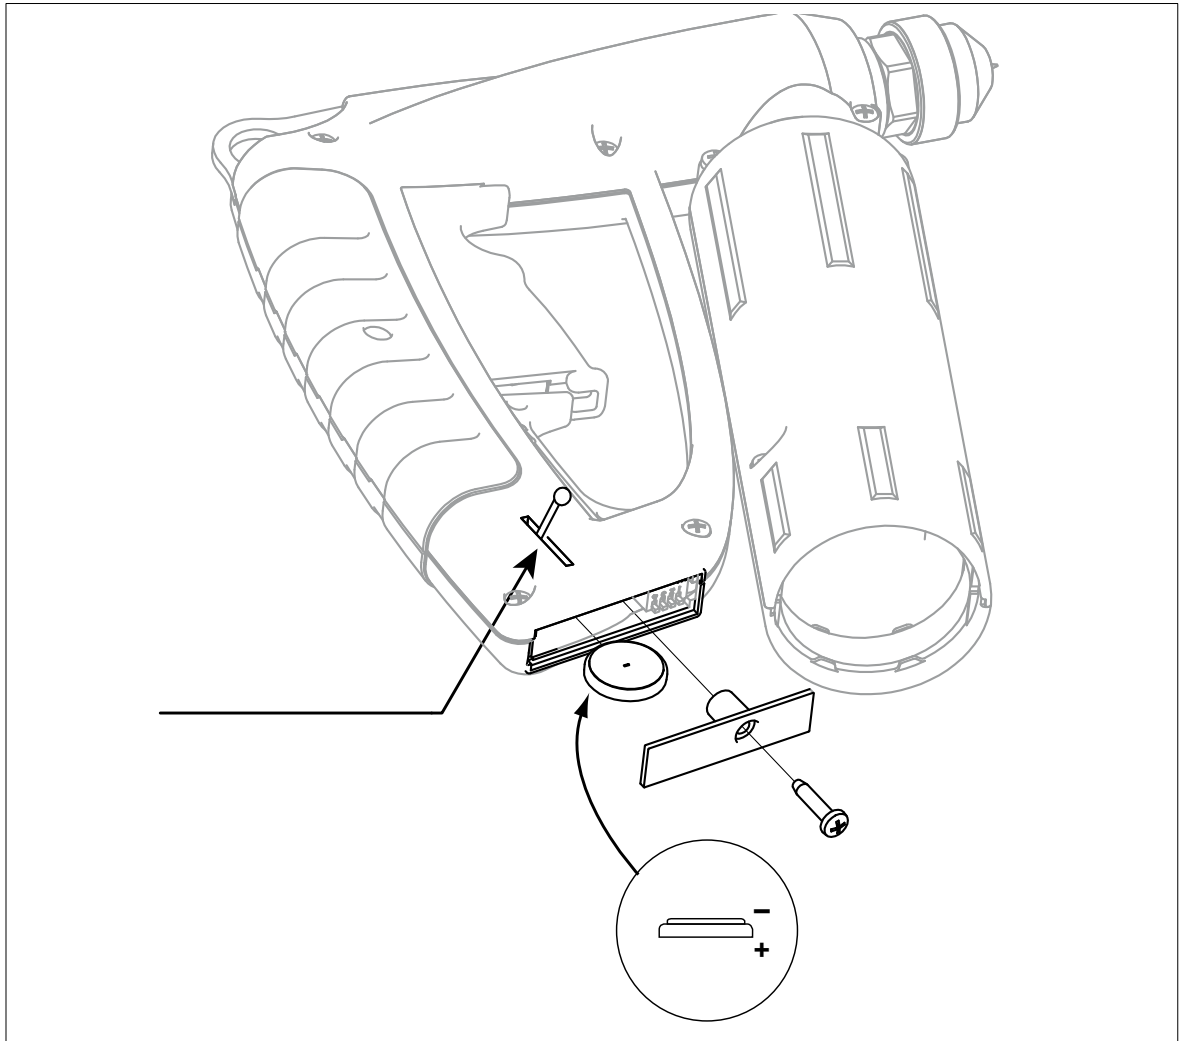

Bild 7/1: Austausch der Senderbatterie
1. Lösen und entfernen Sie die in Bild 7/1 gezeigte Kreuzschlitzschraube.
4. Schieben Sie die neue Batterie in das Griffstück ein. Beachten Sie dabei die Polarität der Batterie (siehe Bild 7/1)!